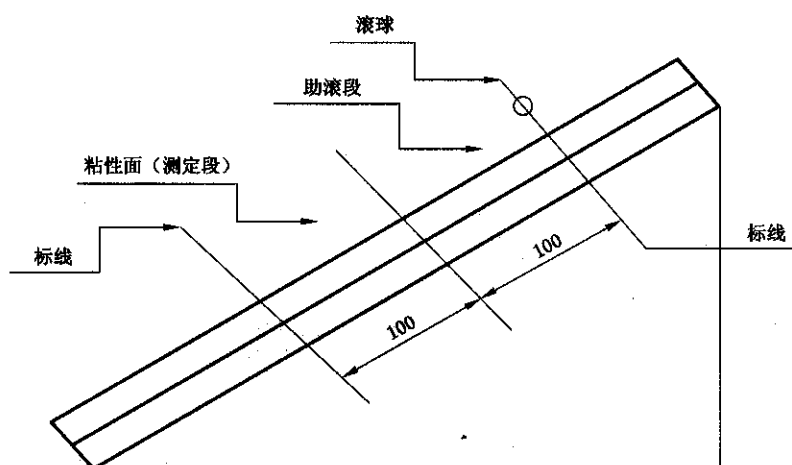

图 1 初粘性测试装置(斜面滚球装置)
7.1.1 斜面滚球装置由能倾斜 20° 、 30° 、 40° 的倾斜板及其联接结构组成,如图 1 所示,各部分如下:
7.2.3 为使助滚段的长度恒定为 100 mm,根据球的大小,如图 1 所示,把球中心调整在球的起始位置上。